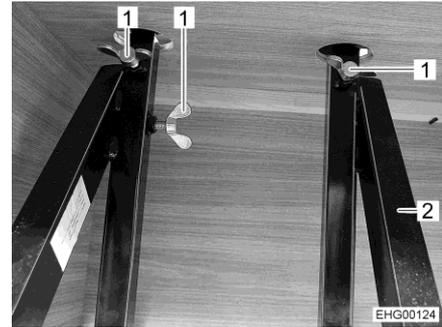

Bild 25 Flügelschrauben
- Drei Flügelschrauben (Bild 25,1) am Gestänge (Bild 25,2) im Truhengestell festziehen.